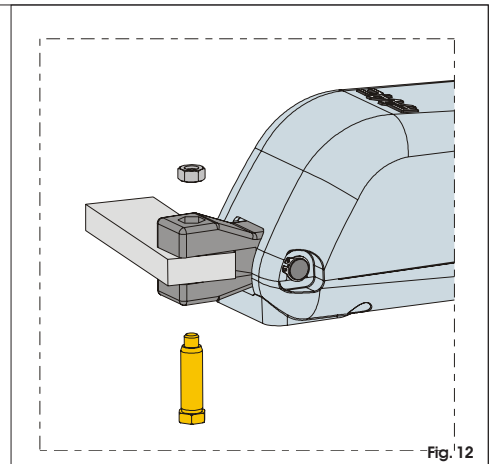

Fig. 12
5) Bevestig de aandrijving aan de achterste beugel met de bijgeleverde pennen, zoals aangegeven op fig.12.